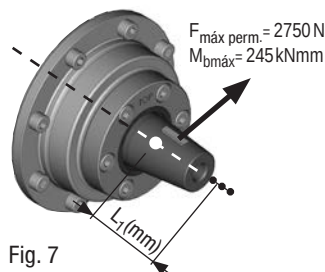

Fig. 7
- A força gerada pela tensão da correia no ponto de incidência da força (centro cone do eixo, ver fig. 7) não pode ultrapassar $F_{\text{máx perm.}} = 2750 \text{ N}$.
- Se o ponto de incidência da força se deslocar para a frente (ver fig.7, pontos pequenos), a força $F_{\text{máx perm.}}$ diminui de acordo com a seguinte fórmula: